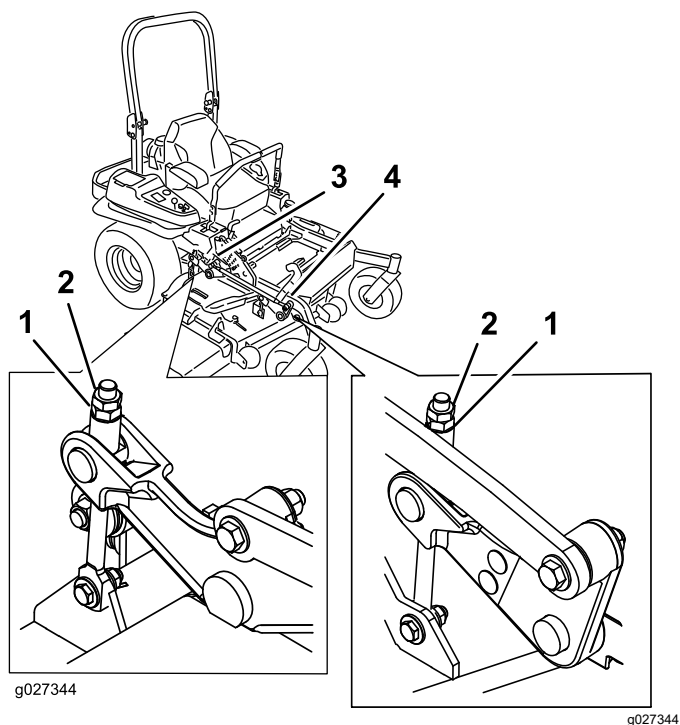

Figure 101
- Ajustez précisément le serrage de l'écrou de réglage sur l'ensemble de levage du tablier avant (Figure 101).
16. Ajustez précisément la vis de réglage en la tournant jusqu'à obtention d'une hauteur de 8,3 mm ( $3\frac{1}{4}$  po) (Figure 101).